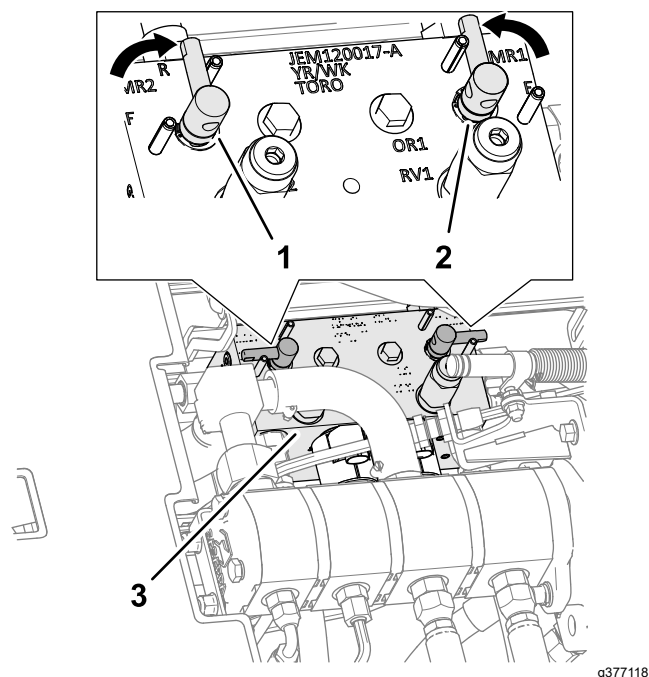

Figure 152
4. Déverrouillez et soulevez le siège pour exposer le collecteur des unités de coupe (Figure 152).
5. Tournez les leviers de rodage à la position R (rodage) (Figure 152).